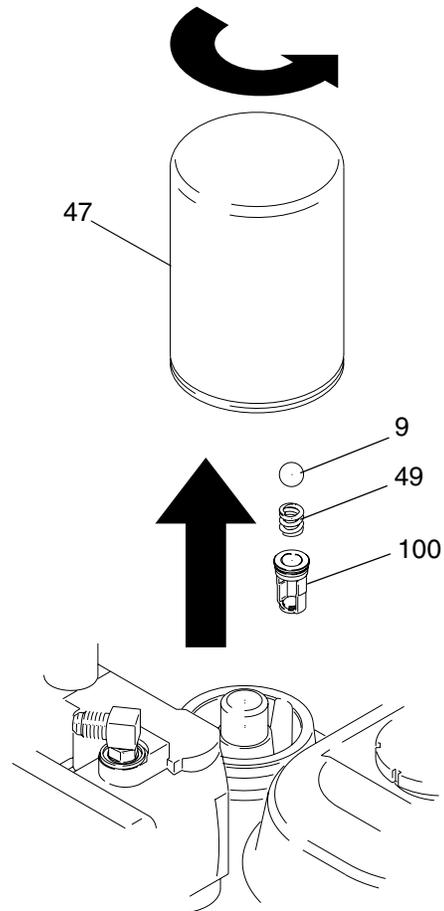

FIG. 6
1. Fig. 6. Posizionare degli stracci o un contenitore di raccolta delle gocce sotto lo spruzzatore per raccogliere l'olio idraulico che fuoriesce.
2. Rimuovere il tappo di drenaggio (40). Drenare l'olio idraulico.
3. Svitare il filtro (47) lentamente – l'olio scorre nel solco ed esce dalla parte posteriore.
4. Rimuovere e sostituire la sfera (9), la molla (49), e il fermo (100).